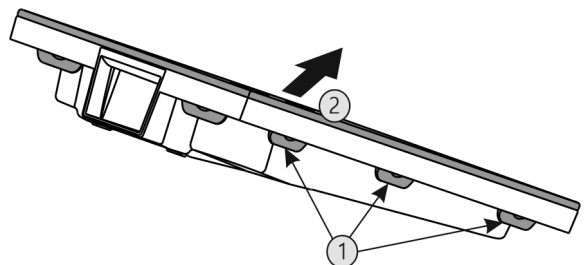

Fig. 57
- ▶ Всі накладки Fig. 57 (1) натиснути послідовно і вийняти кришку Fig. 57 (2).